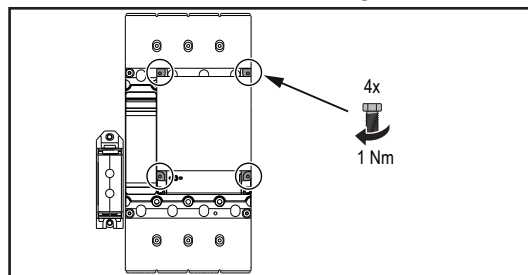

Bild 6.1 Schraubenposition des Motorantriebs MA1
- Entfernen Sie die vier Schrauben des Motorantriebs -MA1, siehe Bild 6.1. Verwahren Sie die Schrauben und beachten Sie deren Position und Länge für die abschließende Montage.